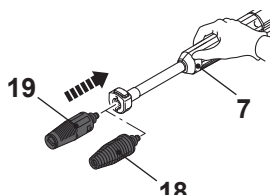

Fig. 8
1. Instale sempre a lança de extensão (7) quando usar o bico rotativo (18) (Fig. 8).
1. Use sempre o bico vario (19) com a lança de extensão (7) instalada (Fig. 8).